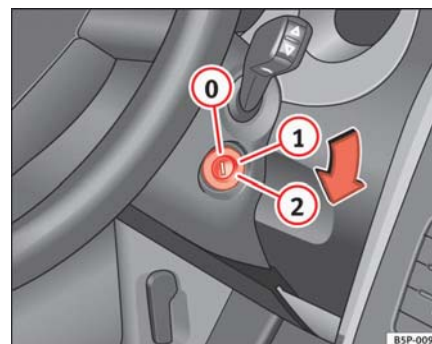

Fig. 114 Posiciones de la llave de contacto
En esta posición ⇒ fig. 114 el encendido y el motor están desconectados pudiéndose bloquear la dirección.
- Gire la llave de contacto hasta la posición ⇒ **página 156, fig. 114 ①**. El testigo  se encenderá en caso de precalentamiento del motor.
- En cuanto se apague el testigo, gire la llave de encendido a la posición **②** para poner en marcha el motor y no pise el acelerador. ►
- Gire la llave de contacto a la posición ⇒ **página 156, fig. 114** .